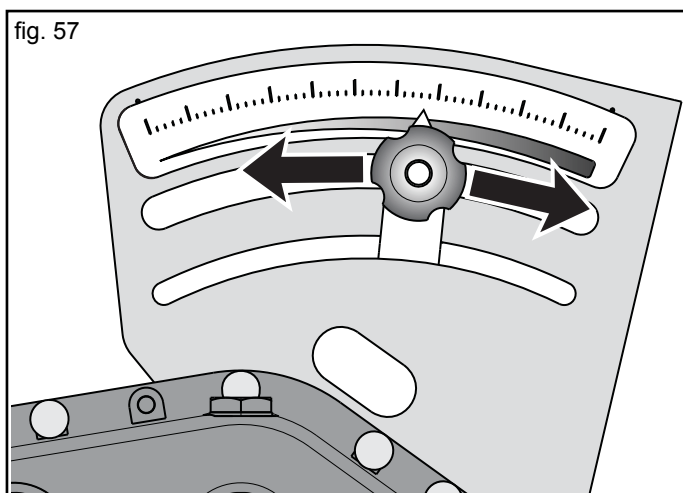

fig. 57
- 7) ... porter le levier au fond de l'échelle «0» (zéro) et le reporter ensuite en correspondance de la valeur choisie (en fonction de la quantité de produit à distribuer) (Fig. 57).